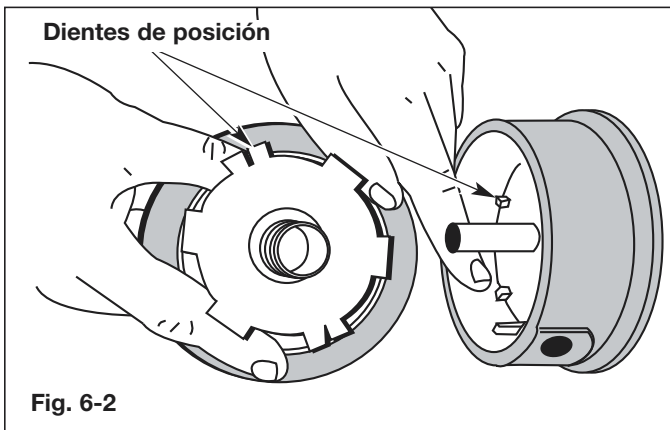

Fig. 6-2
5. Verifique el desgaste de los dientes de posición del carrete interior y bobina exterior (Fig. 6-2). Si es necesario, saque la rebaba o cambie el carrete y la bobina.